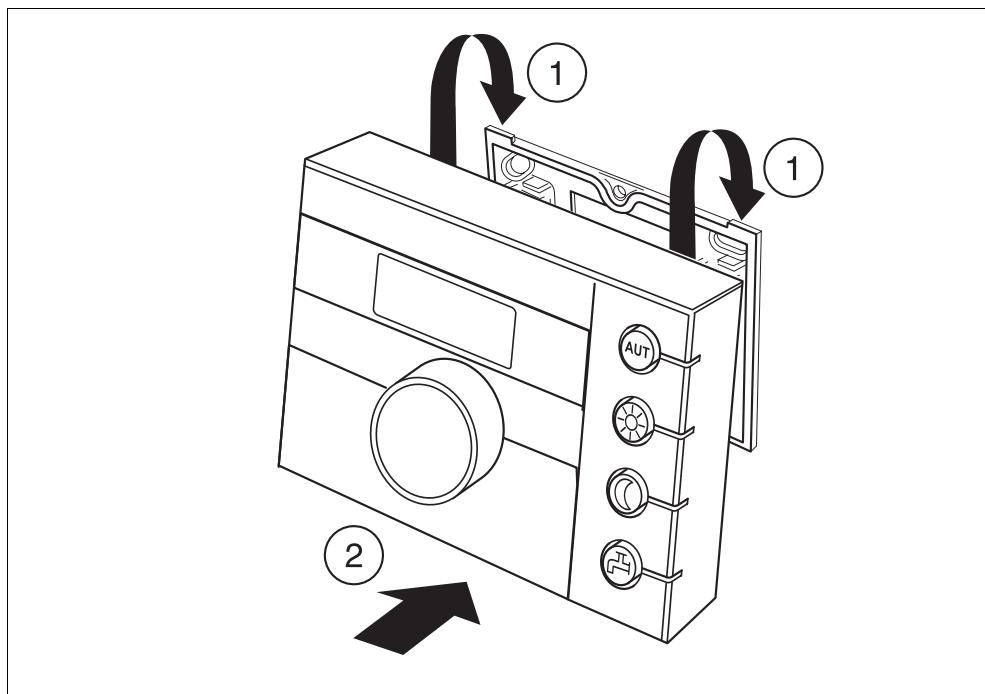

Рис. 5 Установка комнатного регулятора RC20
- Установите комнатный регулятор RC20 сверху на монтажную панель по направлению стрелок (рис. 5, **шаг 1**).
- Нажмите на регулятор RC20 внизу до щелчка, как показано стрелками (рис. 5, **шаг 2**).
- Разблокируйте комнатный регулятор RC20 (рис. 5, **шаг 2**) и снимите его вверх.